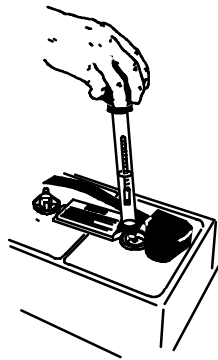

FIG. 39
1. Vérifiez la densité spécifique à l'aide d'un hydromètre, pour déterminer le niveau de charge et l'état des batteries (Figure 39). Si un ou plusieurs des éléments des batteries est (sont) plus faible(s) que les autres éléments des batteries (de 0,050 ou plus), cela signifie que l'élément (les éléments) est (sont) endommagé(s), que sa (leur) capacité est réduite ou qu'il(s) va (vont) bientôt tomber en panne. Comparez les mesures hydrométriques avec le tableau suivant pour déterminer le niveau de charge.